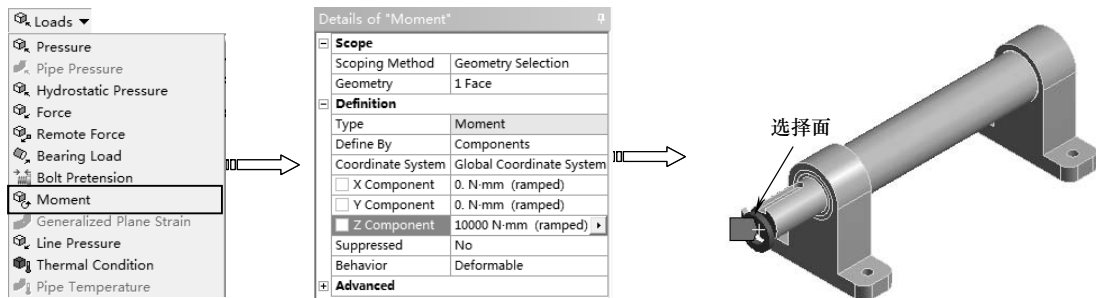

图 6-28 施加力矩
3) 单击【Environment】工具栏上的【Loads】|【Moment】命令, 单击【图形】工具栏上的选择模式下的【Single Select (单选)】按钮 , 然后再单击【Face (选择面)】按钮 , 在【Details of “Moment”】列表中单击【Scope】选项下的【Scoping Method】项, 选择如图 6-28 所示端面。单击【Geometry】项中的【Apply】按钮, 在【Magnitude】文本框中输入 10000Nmm, 如图 6-28 所示。